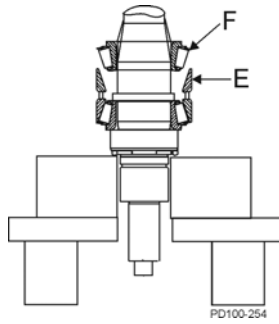

Figura 81 - Instale a cuba superior e o cone superior
5. Posicione a cuba superior (Figura 81, item E) na parte superior do espaçador externo.
6. Lubrifique o conjunto superior restante do cone e do rolo (Figura 81, item F) com óleo ou graxa e deslize-o com o raio do rolo voltado para cima. Pressione-o no eixo e na cuba superior.